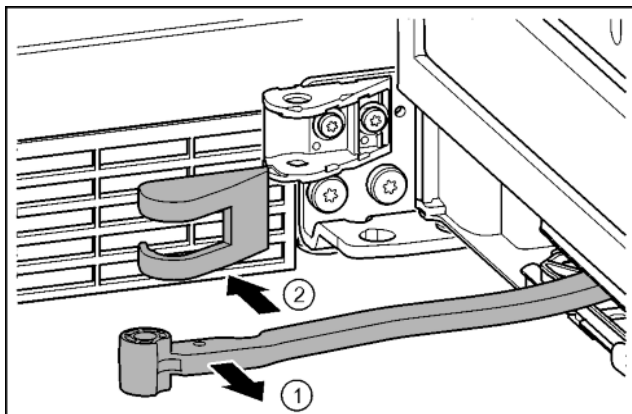

Fig. 15
► Повернуть шарнир в направлении двери. Fig. 15 (1)
► Снять крышку опорного кронштейна. Fig. 15 (2)